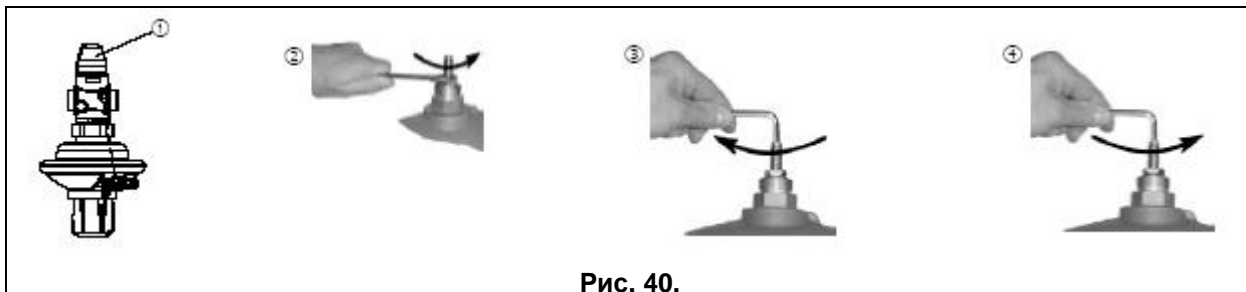

Рис. 40.
1. Отверните крышку (1) (Рис. 40.) и ослабьте контргайку (2) (Рис. 40.).
2. Заверните по часовой стрелке до упора дроссель ограничителя расхода (3) (Рис 40.).
4. Отверните против часовой стрелки дроссель ограничителя расхода на указанное число оборотов (4) (Рис. 40.)